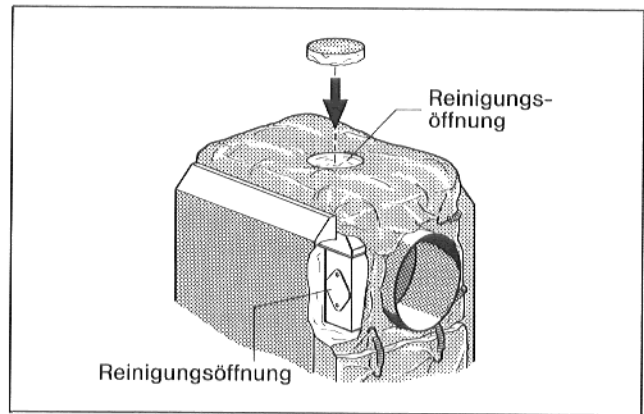

Abb. 8
Hinweis: Bei Montage der Wärmeschutzmatte auf Reinigungsöffnungen oben und seitlich im Abgasverteiler achten (Abb. 8).
- Wärmeschutzmatte rechts und links und unten mit je 2 Spannfedern an Umfangwärmeschutz befestigen (Abb. 8).
- Wärmeschutzmatte von oben über Abgasverteiler legen und die seitlichen Enden rechts und links hinter die Traverse schieben (Abb. 8).
Die Prüfung und Reinigung kann durch die Reinigungsöffnungen vorgenommen werden (Abb. 8, 14 u. 19).
4	Reinigungsdeckel im Abgasverteiler öffnen, Abgasverteiler prüfen / reinigen, evtl. Abgasverteiler komplett abnehmen (Abb. 8, 14 u. 20)